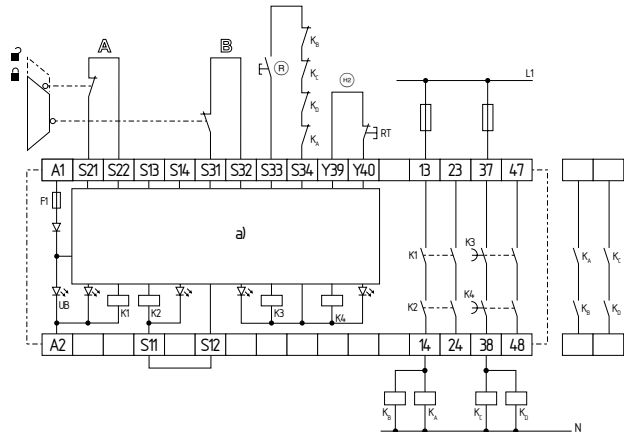

Fig.7
Comando de dois canais, mostrado no exemplo de uma monitorização de porta de proteção com dois contactos A e B, destes no mínimo um de rutura positiva; com botão Reset externo (R) (ver Fig. 7)